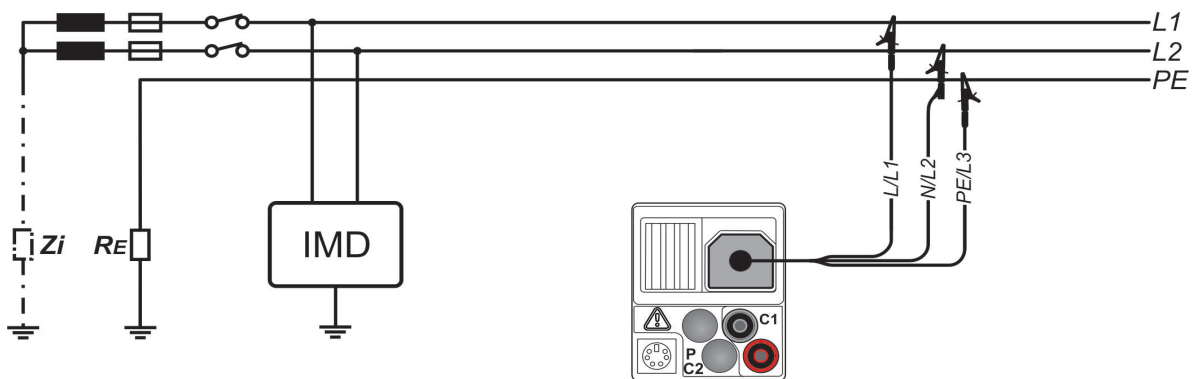

Abbildung 5.42: Anschluss der 3-Leiter-Prüfleitung - Abbildung am Beispiel des IT 130
- Kontaktieren Sie die Prüfleitungen an das Prüfobjekt (siehe Abbildung 5.42 und 5.43).